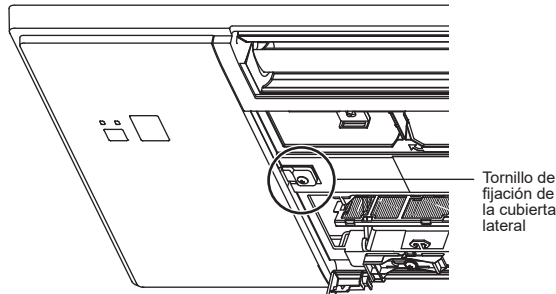

Fig. 9
- Sujete las cubiertas laterales I/D con los tornillos de fijación de la cubierta lateral retiró en el paso 2. (Fig. 9)